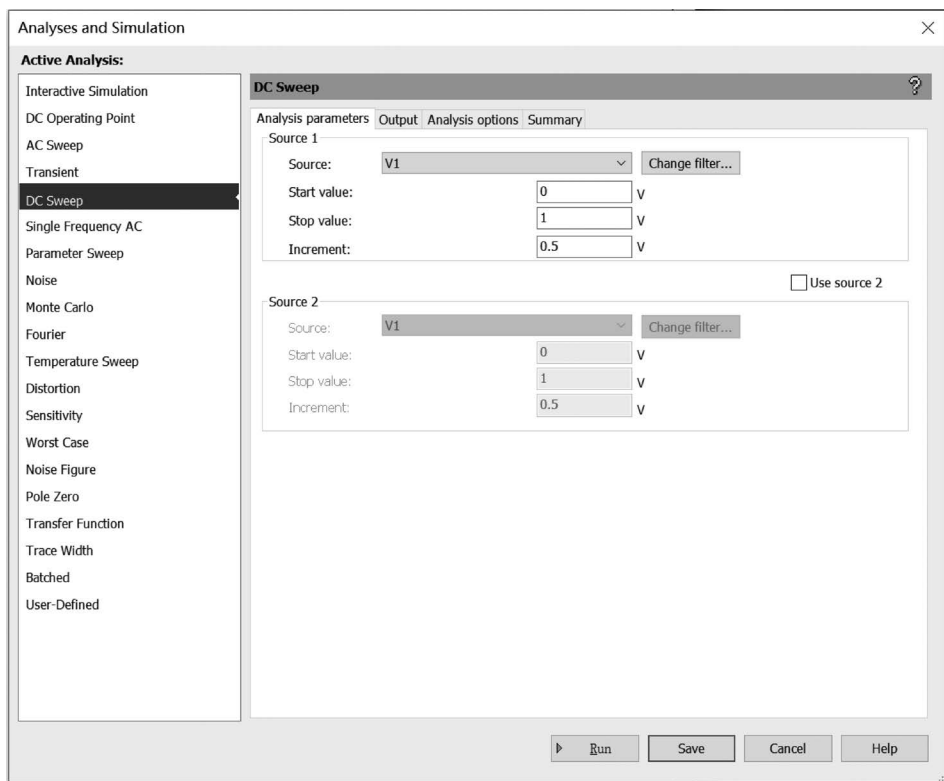

图 5.8.1 DC Sweep 对话框中 Analysis parameters 选项卡
(1) 在电路工作窗口创建需进行分析的电路,单击菜单栏 Edit 菜单下的 Properties 命令,在弹出对话框的 Sheet visibility 选项卡下选定 Net names 中 Show all 的设置,把电路中的节点标志显示到电路图上。
(2) 单击 Simulate→Analyses and Simulation→DC Sweep 命令,打开 DC Sweep 对话框如图 5.8.1 所示,在 Analysis parameters 选项卡中设置分析参数。